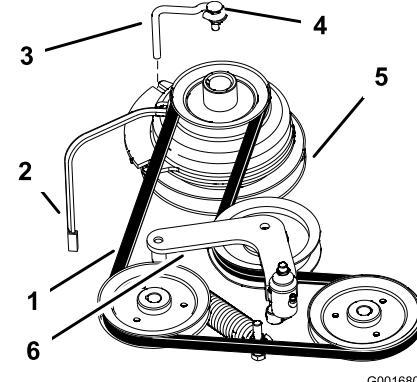

**Bild 50**
- Setzen Sie eine Rätsche mit einem kurzen Griff oder ein Stemmeisen in das rechteckige Loch im fixierten Spannarm ein (Bild 50).